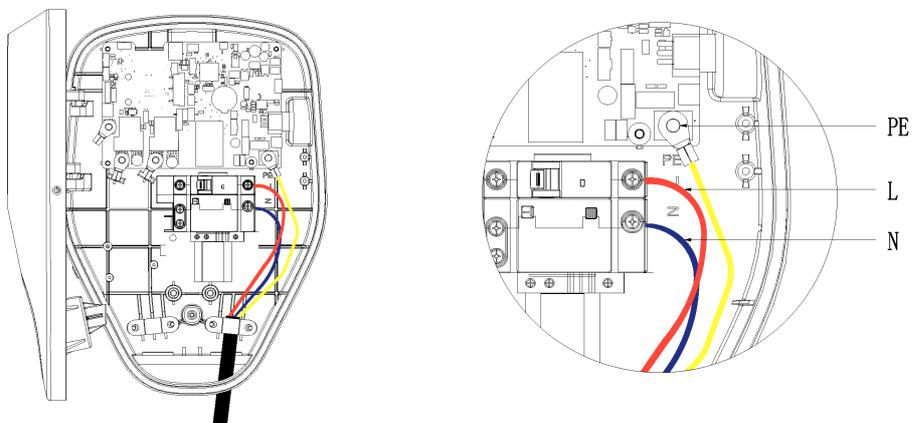

图 4-用户接线示意图
①、根据安装高度（推荐机箱底部离地高度1200m）预留交流输入L、N、PE线缆长度，机箱底部至内部交流输入开关距离250mm；
②~④、根据安装位置，使用电钻在墙上钻一个 $\Phi 6$ 的孔，（推荐孔离地高度1550mm），在墙面预埋1颗 $\Phi 6 \times 30$ mm的膨胀管，然后打入一颗十字槽盘头4.2\*30自攻螺钉，至端面到墙面预留4~5MM间隙的位置，将机箱通过挂孔与螺丝固定；
⑤~⑧、打开机箱，通过机箱描孔，确定下面两个安装孔的位置，使用电钻在对应位置钻两个 $\Phi 6$ 的孔，在墙面预埋2颗 $\Phi 6 \times 30$ mm的膨胀管，然后打入2颗十字槽盘头4.2\*30自攻螺钉，并使用扣式塞头堵住螺丝孔位；
⑨~⑩、按照图4的用户接线示意图安装交流输入线缆，并用配套卡箍以及两颗十字槽盘头螺钉M4\*10，压紧固定；
⑦~⑧、按照图4的用户接线示意图安装交流输入线缆，并用配套卡箍以及两颗十字槽盘头螺钉M4\*10，压紧固定。